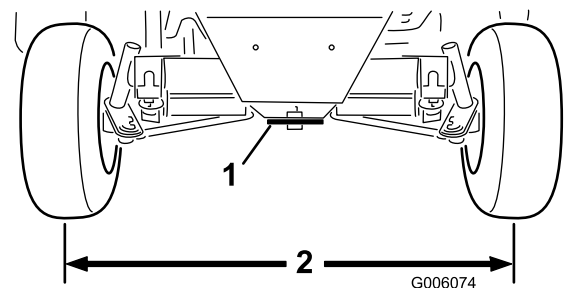

Figura 62
2. Ajuste ambas barras de acoplamiento hasta que la distancia de centro a centro entre las ruedas traseras, por delante y por detrás, sea la misma (Figura 62).